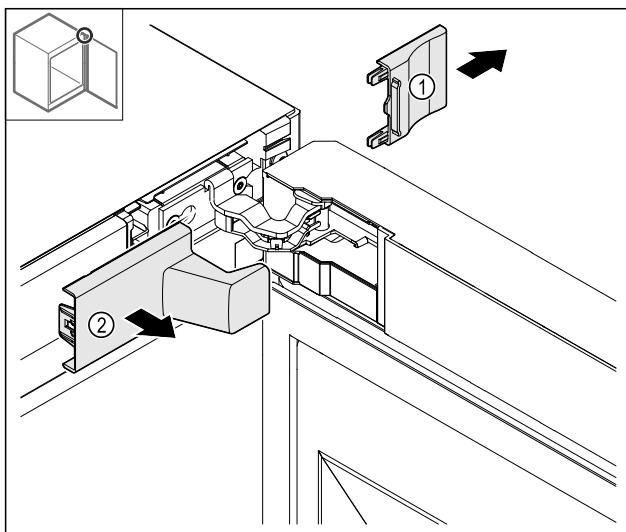

Fig. 14
- Îndepărtați capacul Fig. 14 (1) și apoi Fig. 14 (2).